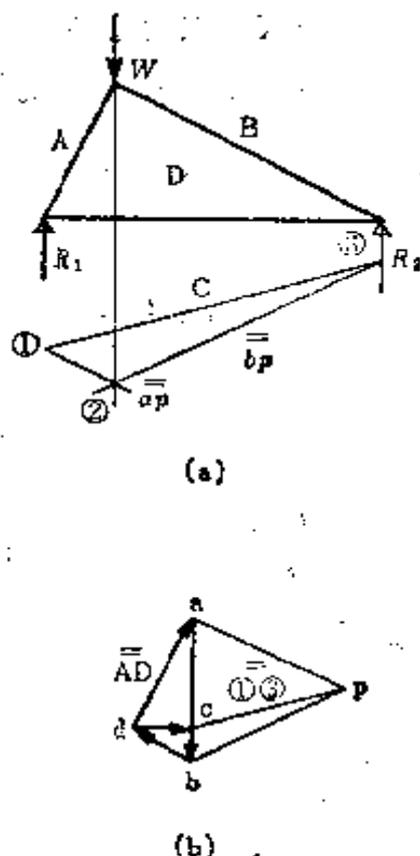

图1.20 图解法
被载荷 $W$ 、反力 $R_1$ 、 $R_2$ 以及构件分隔开的空间记作 $A$ 、 $B$ 、 $C$ 、 $D$ 。首先求出反力 $R_1$ 、 $R_2$ 。其次，象图1.20(a)那样在 $R_1$ 的
延长线上适当地选取点①并从点①作 $\overline{ap}$ ，交 $W$ 的延长线于点②。从点②作 $\overline{bp}$ ，交 $R_2$ 于点③。作①③，在图1.20(b)上从 $P$ 点作①③的平行线 $\overline{cd}$ ，求出点 $C$ 。